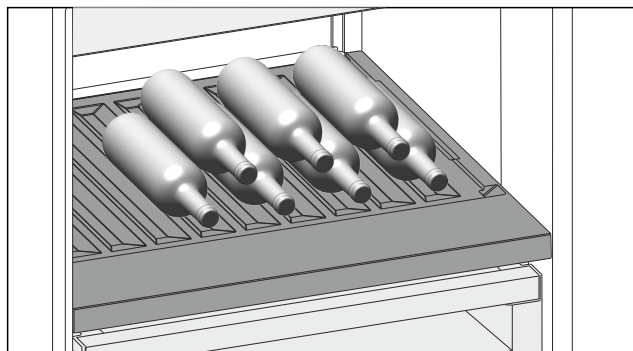

Fig. 99
- Inserire le bottiglie con il fondo rivolto verso la parte posteriore. (vedere Fig. 99)